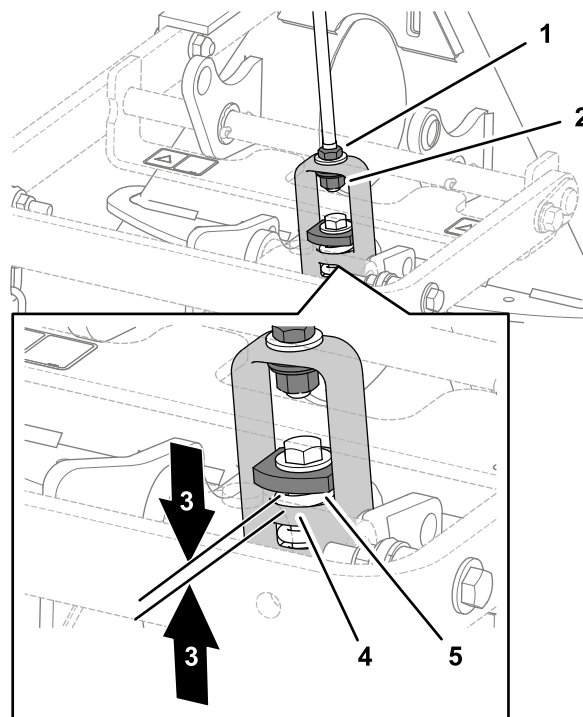

Figure 10
3. Si l'écartement n'est pas correct, desserrez l'écrou de blocage et serrez ou desserrez l'écrou de réglage sur l'ensemble biellette pour modifier l'écartement (Figure 10).
2. Mesurez l'espace entre la grosse rondelle et l'épaulement de la chape de levage sur l'adaptateur d'accessoire, comme montré à la Figure 10.
Remarque: La biellette est réglée correctement s'il existe un espace de 1,5 à 2 mm entre la grosse rondelle et l'épaulement de la chape de levage (Figure 10).